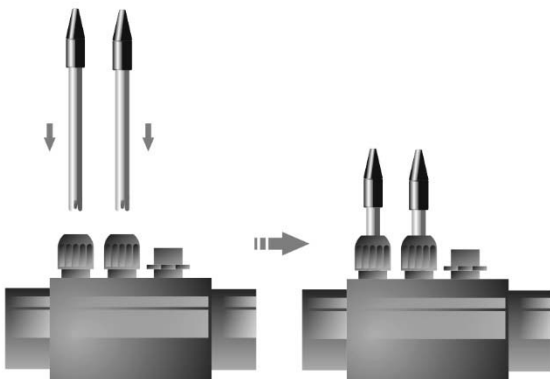

Fig. 2a
1. Insérez les capteurs de pH et d'ORP fournis avec l'équipement dans les logements correspondants du porte-sondes. (Fig. 2a)